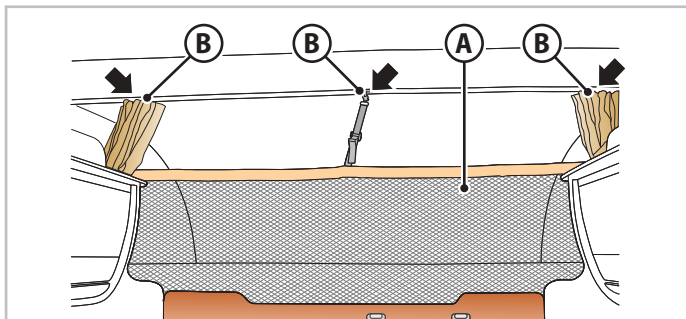
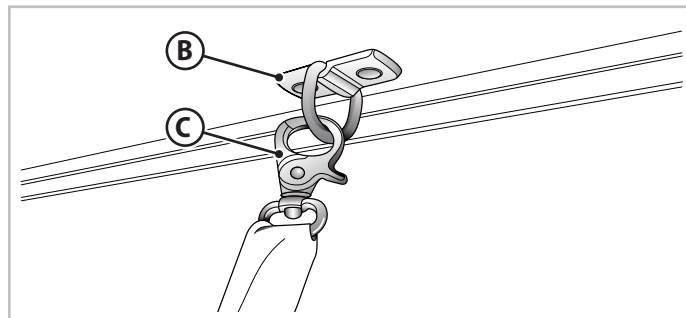

Fig.6.18 - Filet de sécurité du lit pavillon
Fig.6.19 - Crochet pour filet de sécurité
- Fixer le filet de sécurité (**A** - Fig.6.18) à l'aide des crochets (**B** - Fig.6.18 et Fig.6.19) dans les anneaux appropriés (**C** - Fig.6.19).